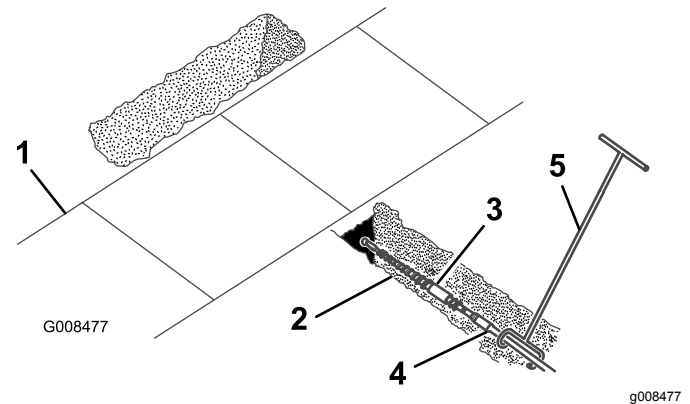

Figura 5
4. Conecte la herramienta de guía de la varilla a la varilla, justo por detrás de la broca (Figura 5).
5. Con la persona que va a guiar la barrena colocada a la derecha de la zanja (Figura 5), arranque el motor, ponga la válvula selectora de la bomba en la posición de LENTO (solamente las unidades de tracción Serie 200 y 300), ponga el acelerador en el punto intermedio entre las posiciones de LENTO y RÁPIDO, y tire hacia atrás de la palanca hidráulica auxiliar para que la broca comience a rotar hacia adelante.
6. Mueva la unidad de tracción lentamente hacia adelante; la persona que tiene la herramienta de guía de la varilla debe guiar la penetración de la broca en el suelo (Figura 5).